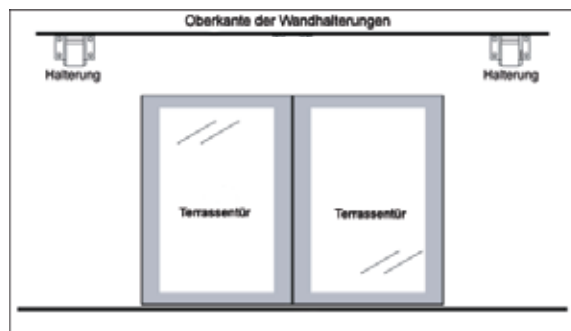

Bild 2
4. Die ermittelte Lage der Halterungen ausmessen und auf die Montageebene (Wand) übertragen. Zeichnen Sie mit Hilfe eines langen Lineals eine waagerechte Linie an. (Bild 2) Die richtige Montage der Halterungen an der Wand ist äußerst wichtig, weil auf das Tragerohr ein enormes Gewicht durch die Markise zukommt.